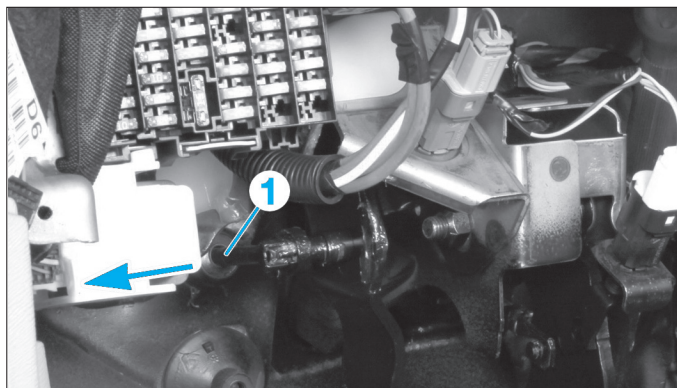

Fig. 4
- Dégrafer la tige (1) du cylindre émetteur d'embrayage de la pédale d'embrayage en dégageant l'agrafe vers la gauche (flèche) (Fig.4).